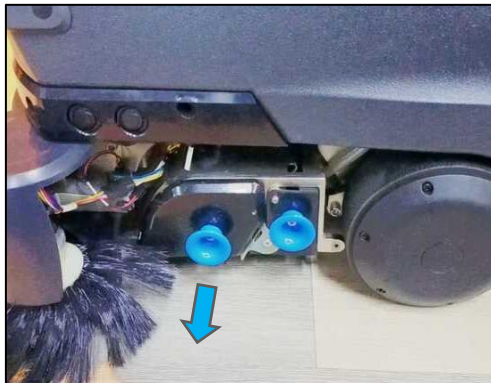

FIGURE 2-2
1. Situé à gauche du robot, détachez le couvercle de la brosse principale **(5)** en tirant sur le bouton (Fig. 2-2).